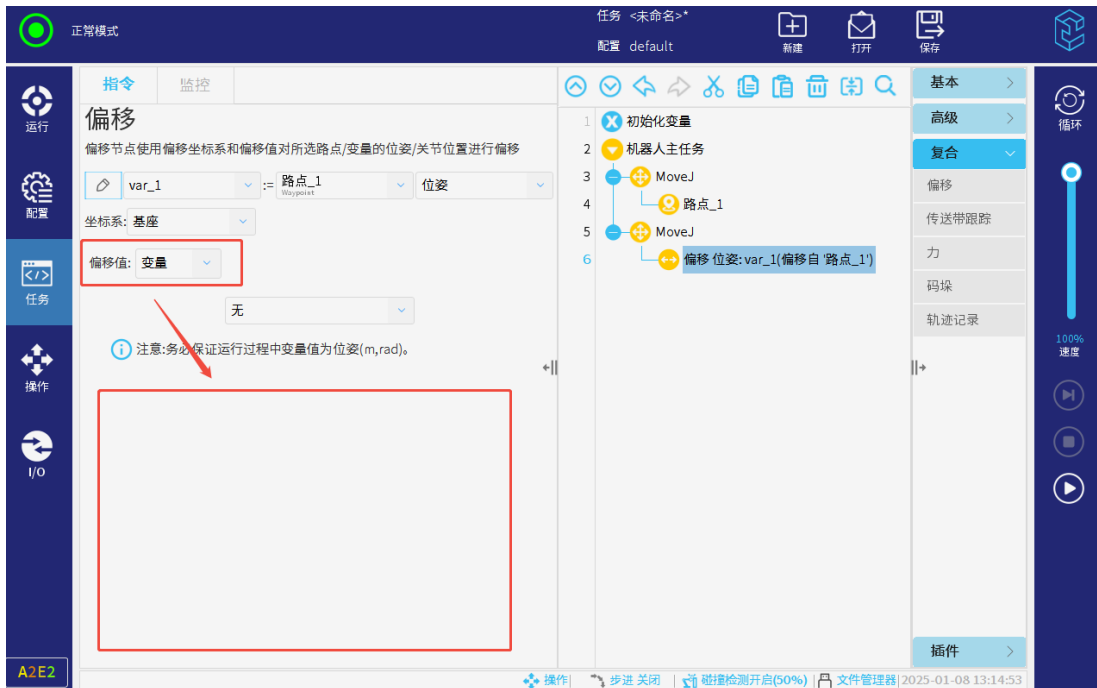

图 3-123: 偏移值为任务变量时的数据展示
- 同样，若偏移值为任务变量，任务未运行时数据未被赋值，而运行时变量时而发生变化，故偏移值为任务变量时，偏移前后的数据也不展示，如图 3-123所示。